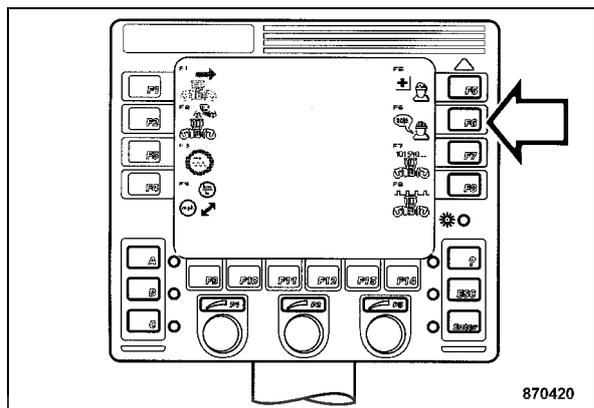

fig. 130
- Appuyer sur la touche "F6" (fig. 130).